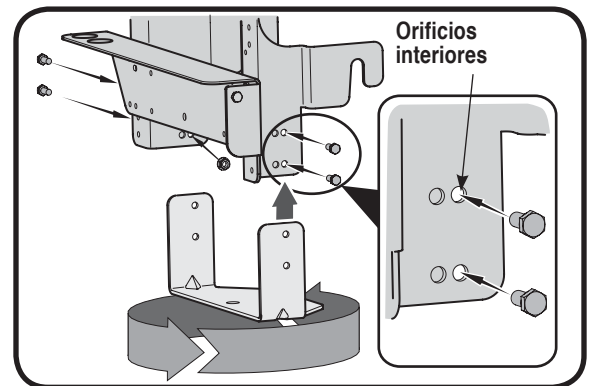

Figura 15
2. Rote la placa de enganche 180° desde su posición original. Reinserte los cuatro pernos a través del soporte de montaje y el marco de la placa de enganche y fíjelos con las tuercas retiradas antes. Use los orificios interiores (los más cercanos a los ganchos de montaje) del soporte de montaje. Consulte la Figura 15.